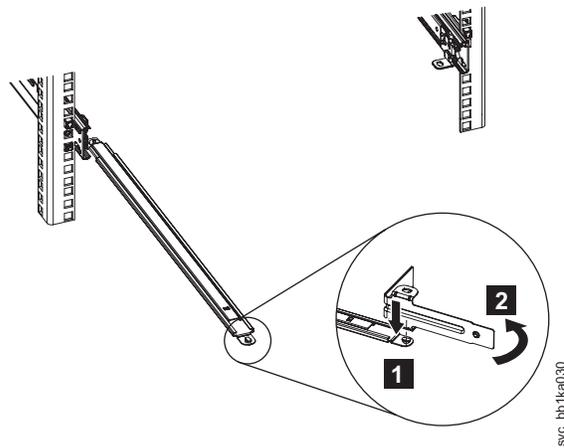

図 17. ラック背面: SAN ボリューム・コントローラー 2145-CF8 ケーブル・マネジメント停止ブラケットの取り付け
2. サポート・アームの接続されていない方の端に (右側)、L 字形のケーブル・マネジメント停止ブラケット (35 ページの図 17 の **1**) を取り付けます。ブラケット **2** を回転させて、サポート・アームに固定します。